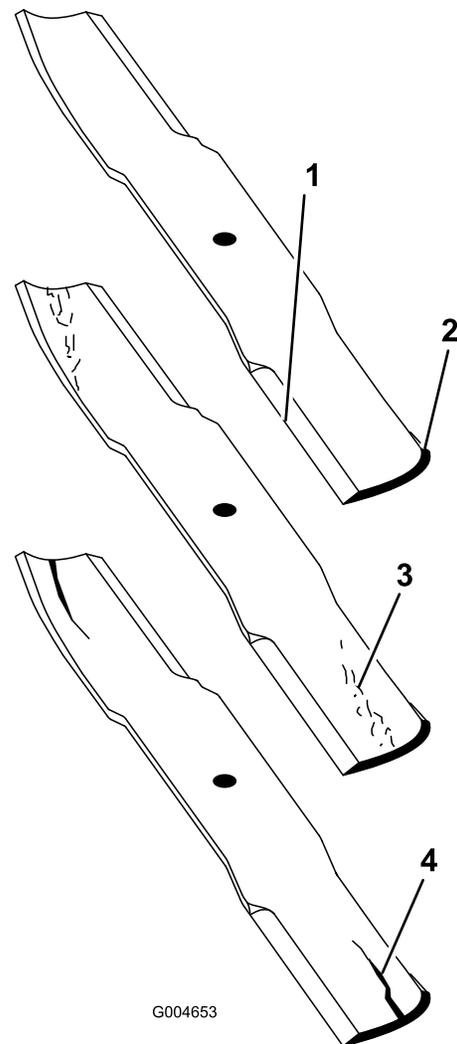

Figura 91
2. Examine cuidadosamente as extremidades da lâmina, prestando especial atenção à zona onde se encontram as partes curvas e planas da lâmina (Figura 91).
Nota: A areia e os materiais abrasivos podem desgastar o metal entre as partes plana e curva da lâmina; por isso, verifique a lâmina antes de utilizar a máquina. Se a lâmina estiver gasta (Figura 91), substitua-a.